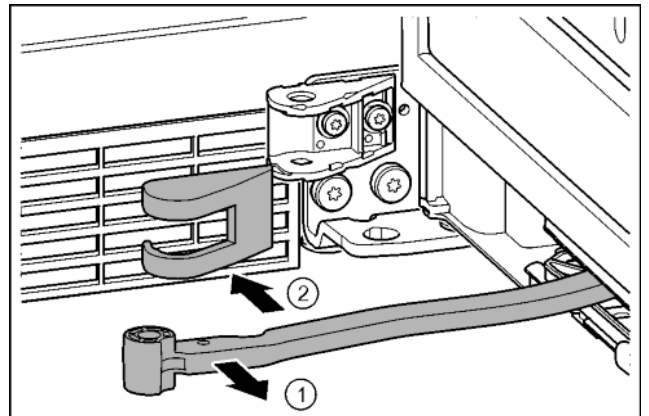

Fig. 18
- ▶ Gelenk in Richtung Tür drehen. Fig. 18 (1)
- ▶ Lagerbockabdeckung entfernen. Fig. 18 (2)